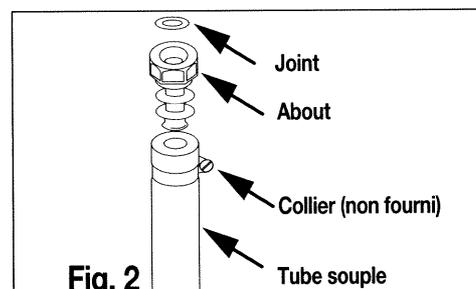

Fig. 2
2. Dévissez les 2 vis maintenant chacune des parois latérales (**fig.2**). Retirez les parois en les faisant pivoter autour des pattes de maintien situées à l'avant de la cavité (**fig.3**).
- soit, dans le cas d'une installation existante, par tube souple d'un diamètre intérieur de 6 mm (fig.2) monté sur un about approprié équipé de colliers de serrage à ses deux extrémités.
- soit, dans le cas d'une installation existante, par tube souple d'un diamètre intérieur de 15 mm (fig.2) monté sur un about approprié équipé de colliers de serrage à ses deux extrémités.
- Voir paragraphe 1.2 et fig. 2.
● Dévissez à l'aide de la clé fournie les injecteurs situés dans le fond de chaque pot et ôtez-les (**fig.2**).
<ul style="list-style-type: none"> ☞ Avec un petit tournevis, vissez à fond ↻ la vis en laiton de chaque robinet : voir fig. 2 ☞ Remettez les manettes, allumez brûleur par brûleur et tournez doucement en position mini. ☞ Exécutez plusieurs manoeuvres de passage de plein débit au débit réduit pour vérifier que le réglage est correct. 	<ul style="list-style-type: none"> ☞ Avec un petit tournevis, vissez à fond ↻ la vis en laiton du robinet : voir fig. 2 . ☞ Remettez la manette, et tournez doucement en position mini. ☞ Exécutez plusieurs manoeuvres de passage de plein débit au débit réduit pour vérifier que le réglage est correct.
<ul style="list-style-type: none"> ☞ Avec un petit tournevis, dévissez environ d'un tour ↻ la vis en laiton de chaque robinet : voir fig. 2. ☞ Remettez les manettes, allumez brûleur par brûleur et tournez doucement en position mini. ☞ Vérifiez que vous obtenez une flamme stable et exécutez plusieurs manoeuvres de passage de plein débit au débit réduit pour vérifier que le réglage est correct. 	<ul style="list-style-type: none"> ☞ Avec un petit tournevis, dévissez environ d'un tour ↻ la vis en laiton du robinet : voir fig. 2. ☞ Remettez la manette, et tournez doucement en position mini. ☞ Vérifiez que vous obtenez une flamme stable et exécutez plusieurs manoeuvres de passage de plein débit au débit réduit pour vérifier que le réglage est correct.
<ul style="list-style-type: none"> ☞ Avec un petit tournevis, vissez environ d'un tour ↻ la vis en laiton de chaque robinet : voir fig. 2. ☞ Remettez les manettes, allumez brûleur par brûleur et tournez doucement en position mini. ☞ Vérifiez que vous obtenez une flamme stable et exécutez plusieurs manoeuvres de passage de plein débit au débit réduit pour vérifier que le réglage est correct. 	<ul style="list-style-type: none"> ☞ Avec un petit tournevis, vissez environ d'un tour ↻ la vis en laiton du robinet : voir fig. 2. ☞ Remettez la manette, et tournez doucement en position mini. ☞ Vérifiez que vous obtenez une flamme stable et exécutez plusieurs manoeuvres de passage de plein débit au débit réduit pour vérifier que le réglage est correct.